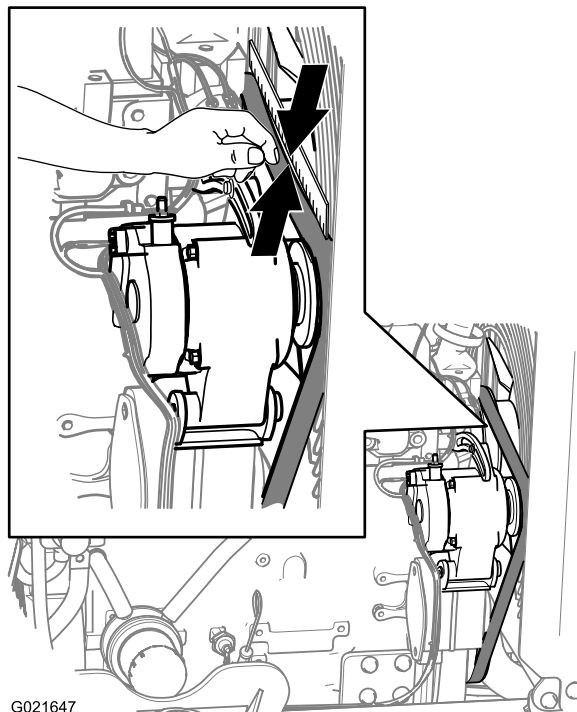

Figure 106
3. Vérifiez la courroie à la recherche de coupures, craquelures, fibres détachées, traces de graisse ou d'huile, vrillage ou signes d'usure anormale (Figure 106).
3. Alignez une règle par-dessus la courroie d'entraînement et en travers des poulies, comme montré à la Figure 106.
4. Appuyez sur la courroie à mi-chemin entre la poulie de ventilateur et la poulie d'alternateur, comme montré à la Figure 106.